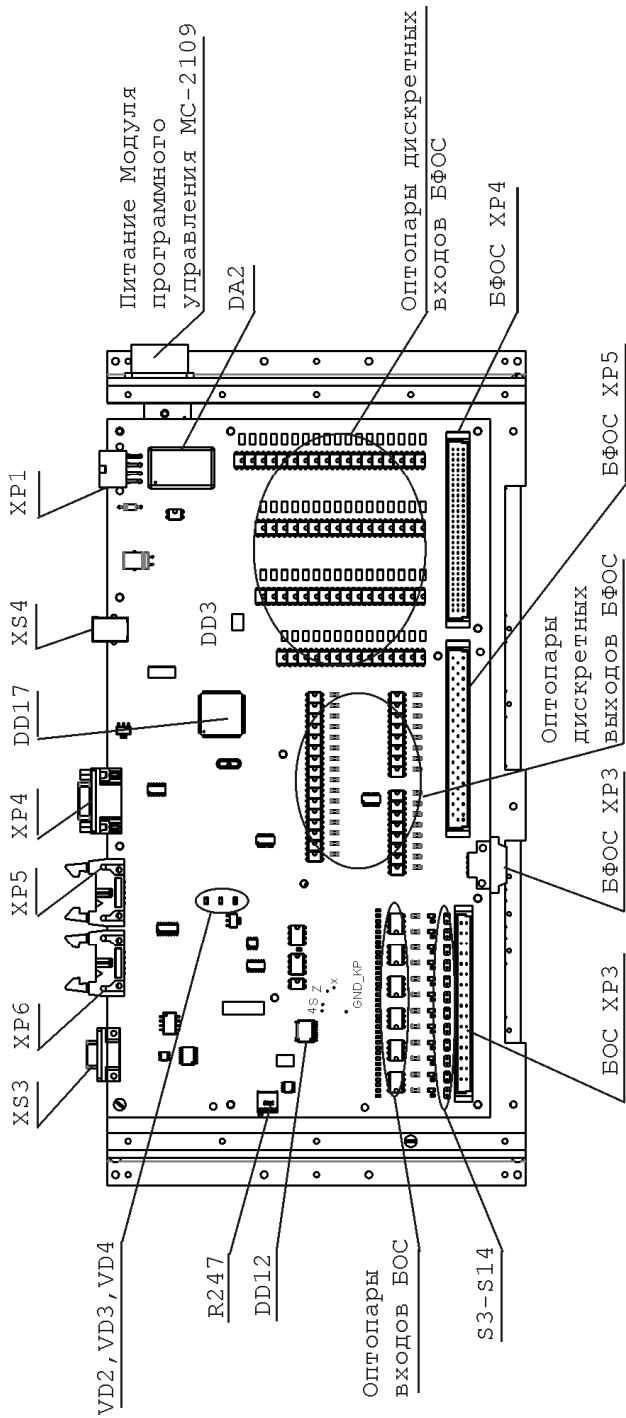

Рисунок 2.4 - Модуль. Вид платы электроники в корпусе со снятой крышкой
5. Если планируется использование штатных разъемов кабелей УЧПУ МС-2109, подключите их согласно маркировке на плате (рисунок 2.4).